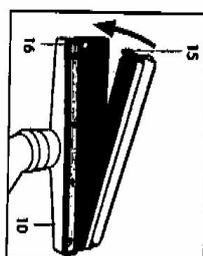

Abb. 17
Um auf das Universalfuß (10) den Einsatz zu montieren, genügt es die beiden Teile zusammenzufügen und fest anzudrücken, bis der Haken (15) der Bürste im Sitz (16) des Universalfuß (10) einrastet (Abb. 17).